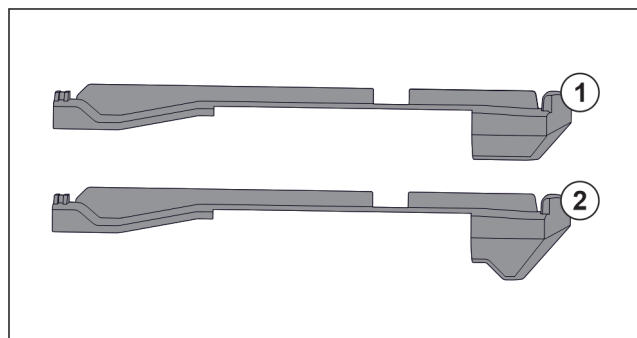

Fig. 149 对比插装件
冰箱中有两种不同的插装件。最底部抽屉上方的插装件 Fig. 149 (2) 有一个三角形的边缘。其他所有的插装件 Fig. 149 (1) 都有一个直的边缘。
- ▶ 将带有三角形边缘的插装件 Fig. 149 (2) 安装在最底部抽屉上方。
- ▶ 将带有直边缘的插装件 Fig. 149 (1) 安装到所有其他的位置上。